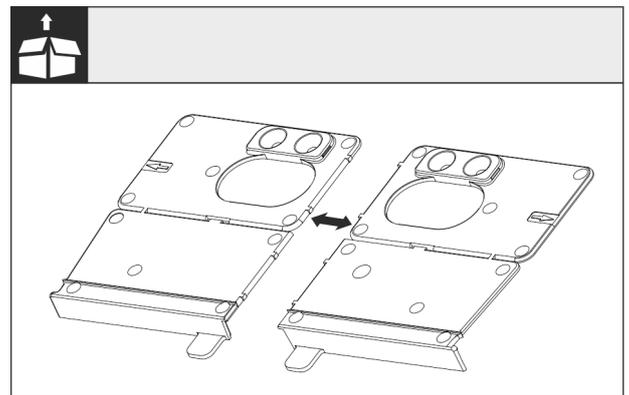

Fig. 24
► Montagewinkel Boden Fig. 24 () an der Perforierung trennen.